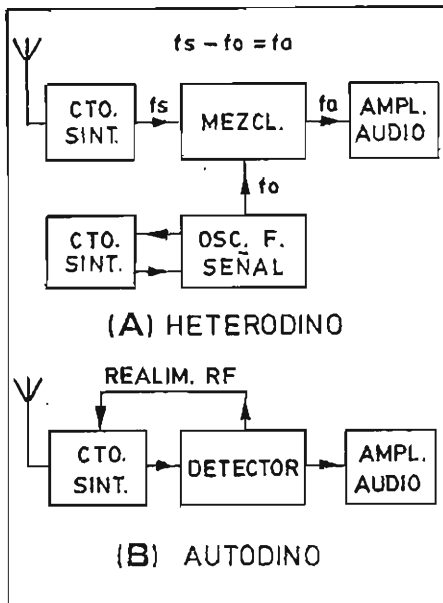

Fig. 53.R - Detección heterodina y autodina.
El detector heterodino (o por conversión de frecuencia) es el que convierte la señal de radiofrecuencia en una señal de baja frecuencia o tono audible por medio de la mezcla de dicha señal con otra frecuencia ligeramente diferenciada procedente de un oscilador local. Su principio funcional está mostrado en (A) de la figura (aquí Fig. 53.R). Siempre que la diferencia entre la frecuencia sintonizada, f_s , y la frecuencia producida en el oscilador local, f_o , den una resultante resta, f_a , de baja frecuencia, tras su mezcla en un componente activo, se habrá producido una detección heterodina. A los receptores que emplean la detección heterodina se les llama "de conversión directa".
El circuito tanque sintonizado propio de la entrada de todo detector puede convertirse en un oscilador si se le suministra la realimentación adecuada procedente de la salida del propio detector, como está mostrado en (B) de la figura 1, (Fig. 53.R) con lo que no es necesaria la presencia del oscilador local como etapa separada. La recepción se convierte entonces en "autodina" (heterodina automática) o "regenerativa".